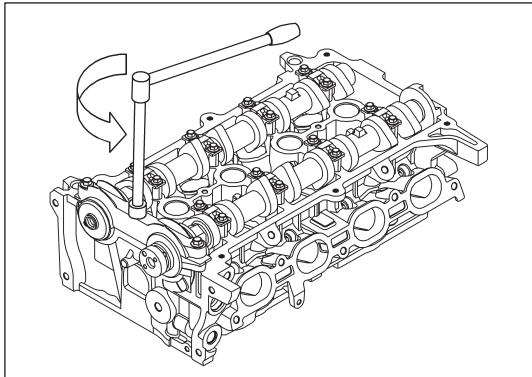
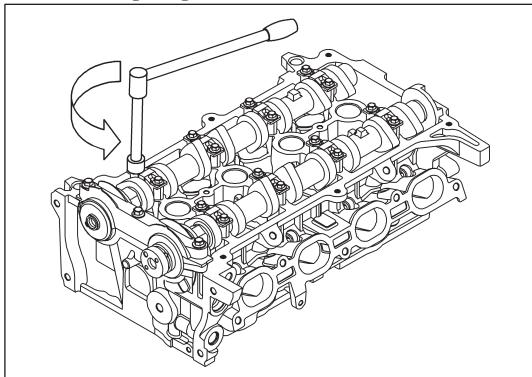

Рис. 12-3-2 Снятие болтов крышек подшипников переднего конца распределительного вала
Рис. 12-3-3 Снятие крышки подшипников распределительного вала
- (1) Снятие распределительного вала
- ① За два прохода равномерно ослабить и открутить 3 болта с плоскими шайбами ($M8 \times 42$), предназначенными для крепления крышки подшипника переднего конца распределительного вала, как изображено на рис. 12-3-2.
- ② Снять крышку подшипника переднего конца распределительного вала.
- ③ За два прохода равномерно ослабить и открутить 8 болтов с плоскими шайбами ($M6 \times 38$), предназначенными для крепления крышек подшипников распределительного вала, как изображено на рис. 12-3-3.
- ④ Снять 4 крышки подшипников распределительного вала и распределительный вал выпускных клапанов.
- ① Как и при снятии распределительного вала выпускных клапанов, за два прохода равномерно ослабить и открутить 8 болтов крепления крышек подшипников распределительного вала.
- ② Снять 4 крышки подшипников распределительного вала и распределительный вал выпускных клапанов.